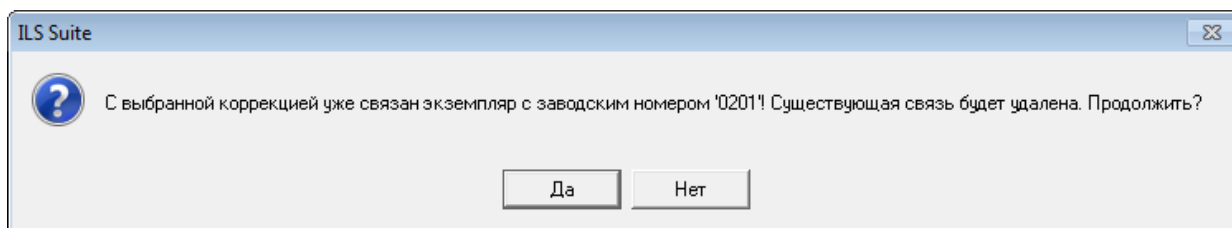

Рис. 13-216 – Информационное сообщение
4) Если миссия/коррекция уже связана с другим экземпляром ВС, появится предупреждающее сообщение (рис. 13-216). Нажать кнопку «Да» для создания связи, или «Нет» для отмены создания связи миссии/коррекции с выбранным экземпляром ВС.